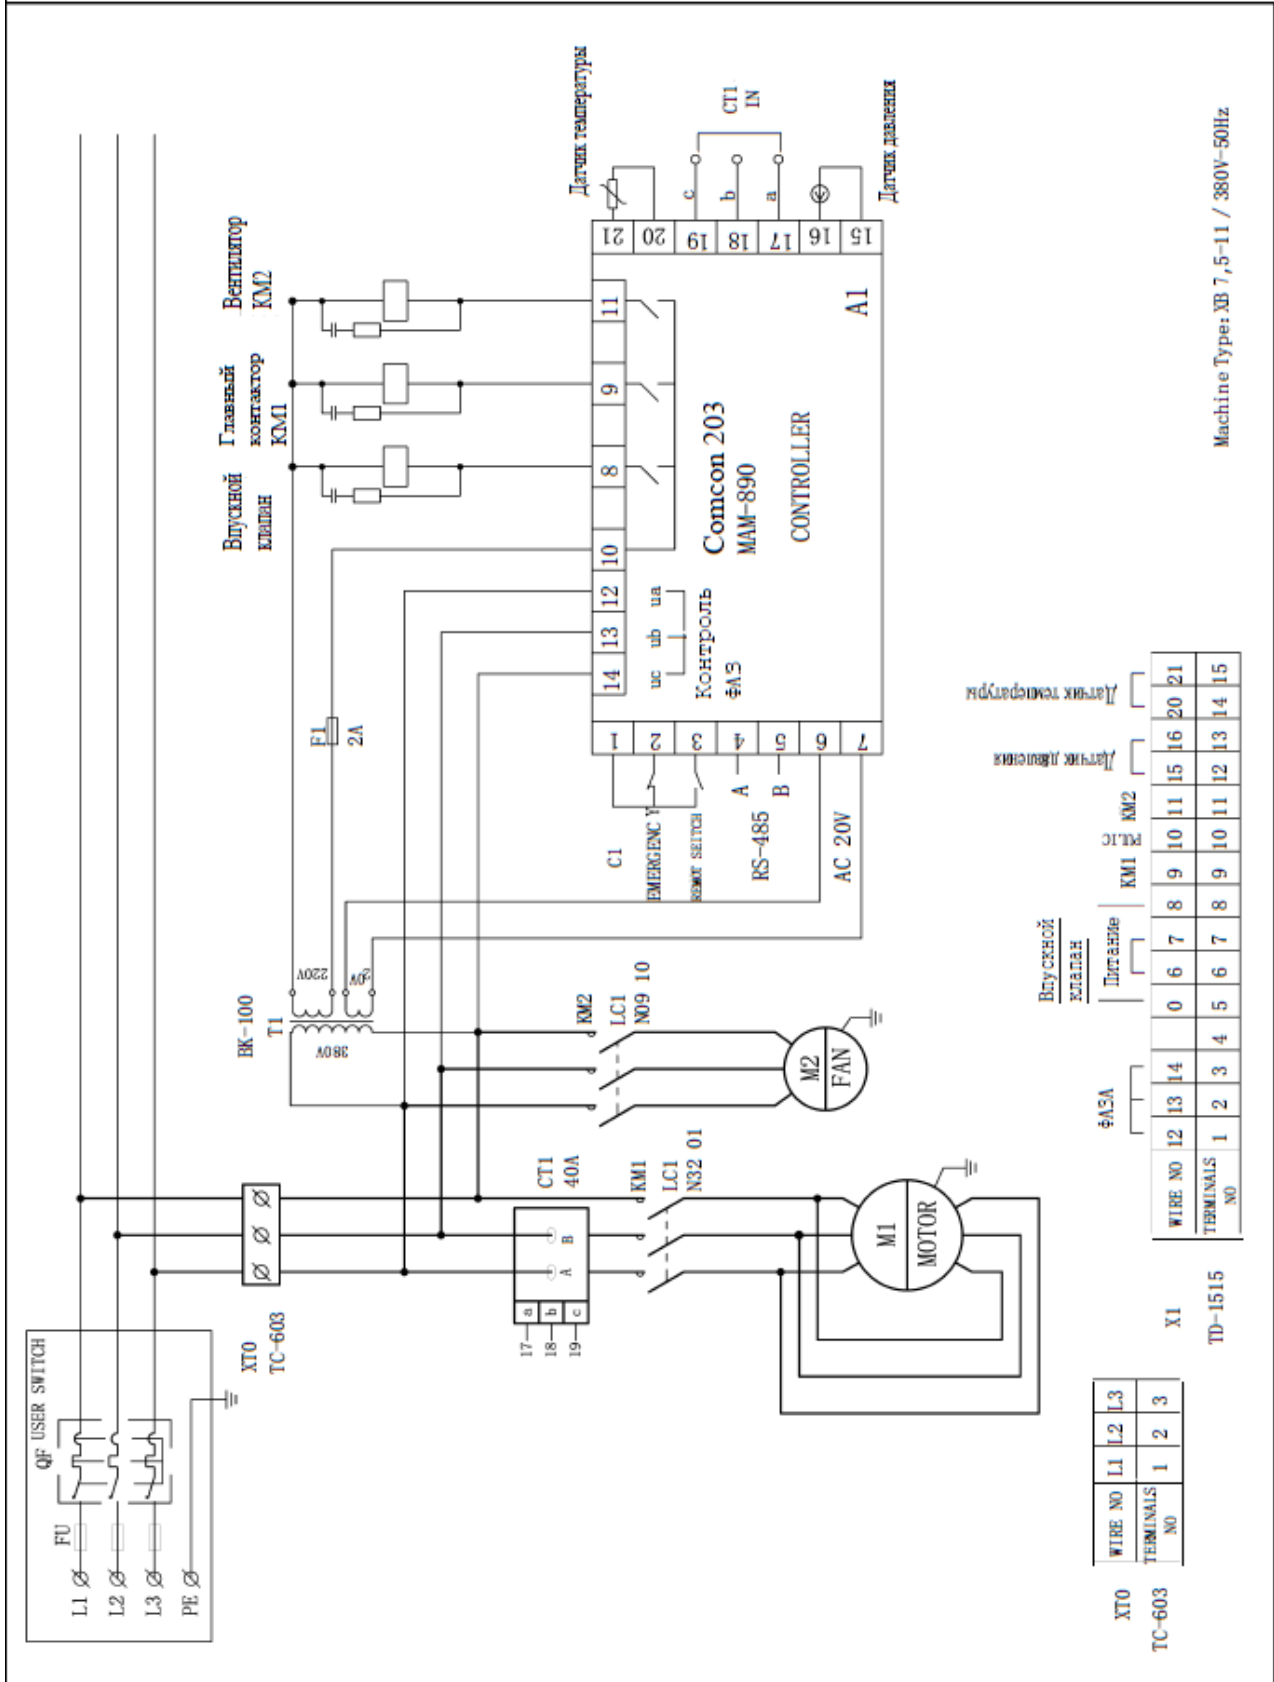

Рис. 3.4 Электрическая схема компрессора серии XB прямой старт.
- Электрическая схема показана на рис. 3-4.